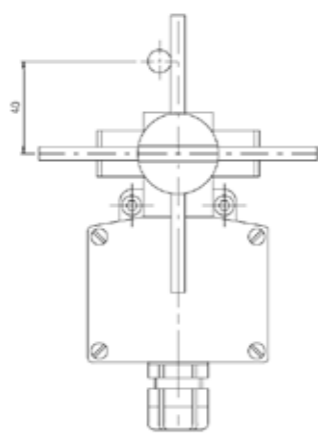

fig.82
**Verifica trimestrale dell'efficienza dei finecorsa paranco e carrello (fig.82):**